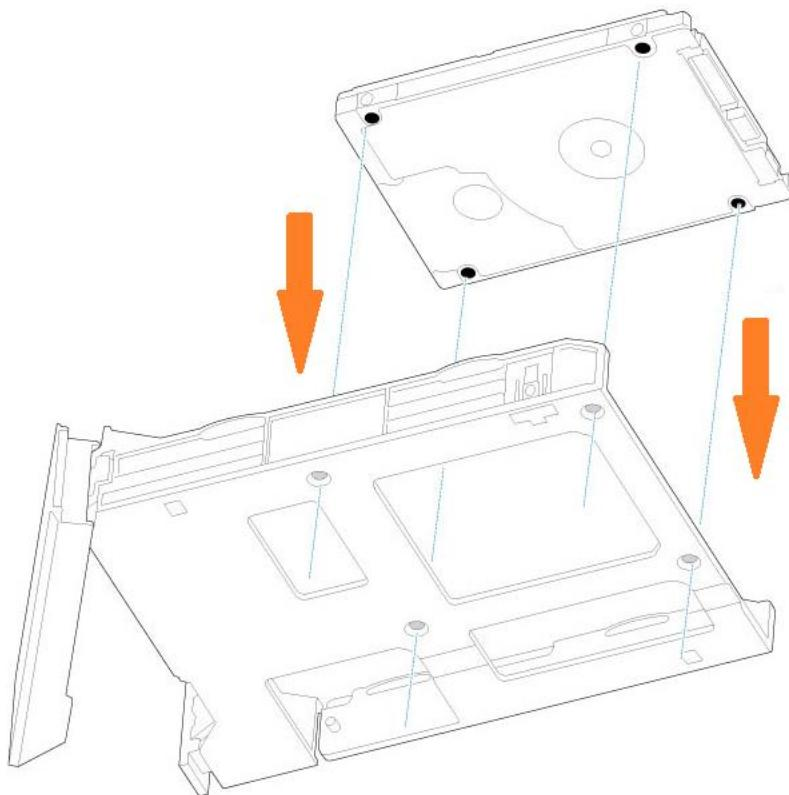

Рисунок 150 – Совмещение отверстия для винтов
16. Совместите отверстия для винтов на лотке жестких дисков с отверстиями для винтов внизу 2,5-дюймового жесткого диска или твердотельного накопителя (см. Рисунок 150).